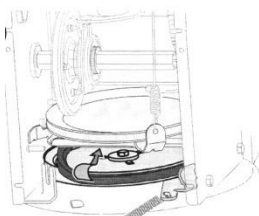

Fig. 18
● Freza este atașată la axul în spirală cu două știfturi de siguranță și un știft spintecat. Dacă freza atinge un obiect străin sau o acumulare de gheață, aruncătorul este proiectat de așa natură caștifturile să se rotească. Vezi Fig. 18.
5. Strecurați cureaua de direcție printre roata de fricțiune și disculacesteia. Vezi Fig. 18.